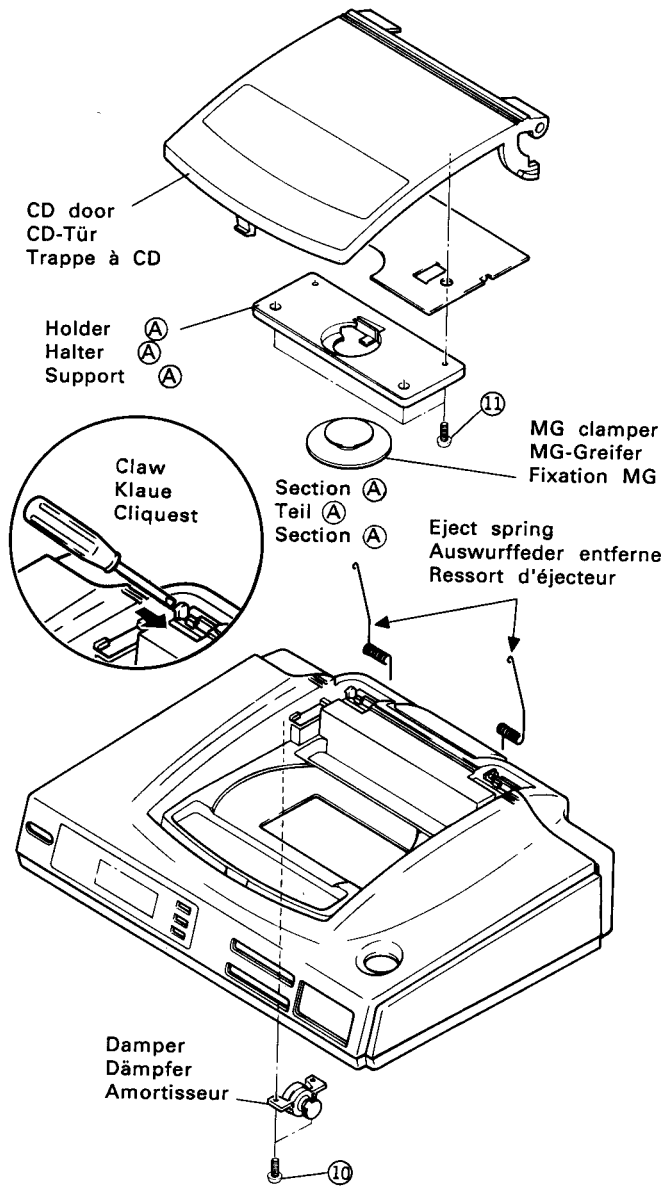

Fig.5
9. CD-Tür ausbauen (Abb. 5)
10. Dämpfer entfernen (Abb. 5)
11. MG-Greifer entfernen (Abb. 5)
9. Dépose de la trappe à CD (Fig. 5)
10. Dépose de l'amortisseur (Fig. 5)
11. Dépose de la fixation MG (Fig. 5)